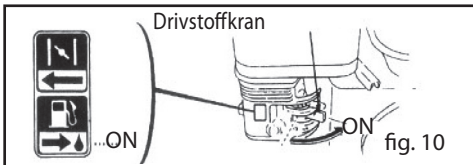

fig. 10
6. Åpne drivstoffkranen "ON" (fig. 10).